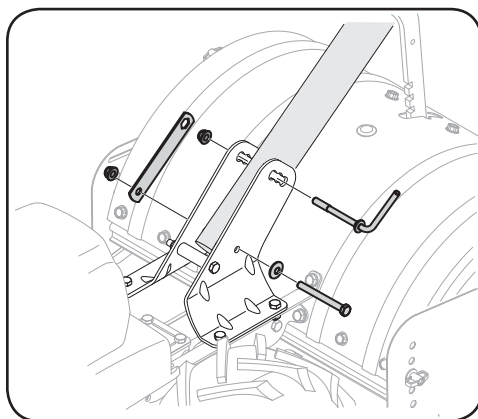

Figure 3-1
3. Installez le dispositif de réglage de la poignée dans le trou supérieur du support de montage, à partir du côté gauche de la poignée. Fixez le dispositif de réglage à l'aide de l'écrou autobloquant à bride retiré à l'étape précédente. Placez l'autre trou de la plaque de retenue sur l'écrou autobloquant à bride. Voir Figure 3-1.